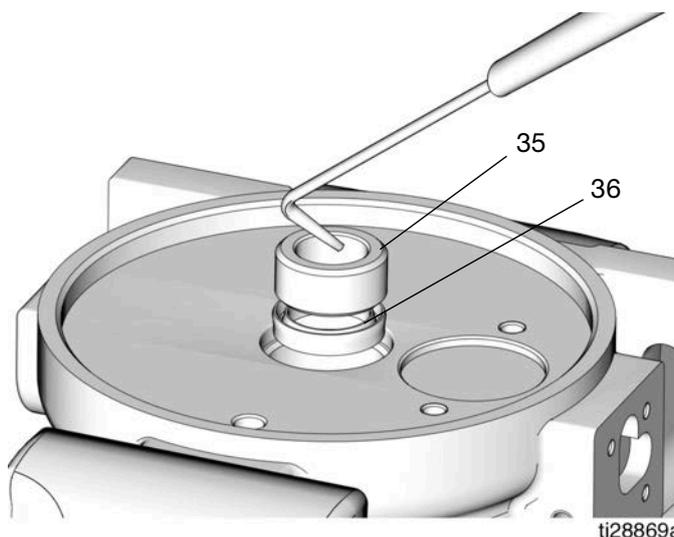

FIG. 25
22. Smaltire la guarnizione del pistone (4) e l'O-ring (34a) e il dado (37) secondo le norme vigenti per il corretto smaltimento.
23. Utilizzare un uncino per estrarre la boccola (35) e la guarnizione a U (36) (FIG. 25).